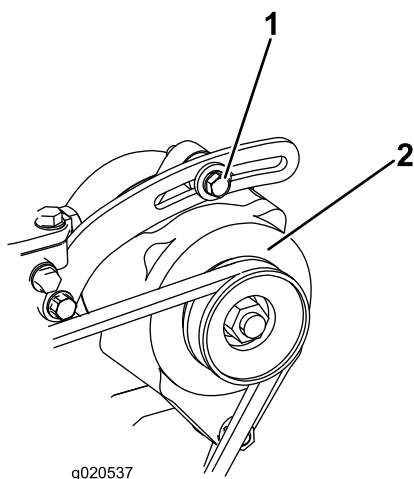

図 89
1. たわみが 10mm でない場合には、オルタネータ取り付けボルトをゆるめる 図 89。